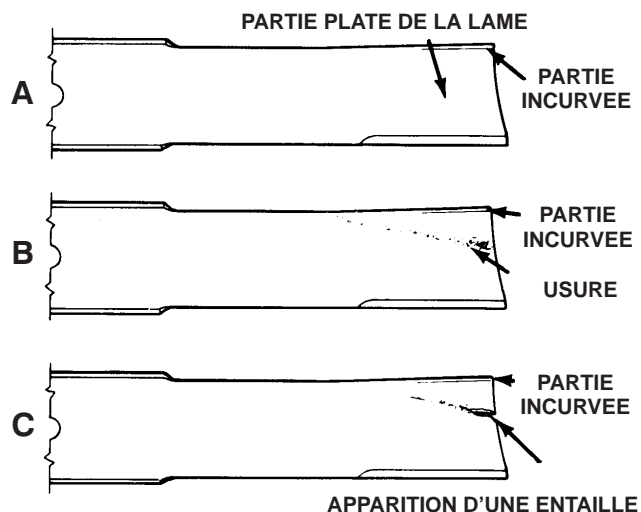

Figure 88
2. Examinez attentivement les tranchants de la lame, particulièrement au point de rencontre des parties plane et incurvée (Fig. 88-A). Le sable et les matières abrasives peuvent éroder le métal à cet endroit, c'est pourquoi il est important de contrôler l'état de la lame avant d'utiliser la tondeuse. Remplacez la lame si elle est usée (Fig. 88-B).
Si la lame est trop usée, une entaille se forme entre la partie incurvée et la partie plane (Fig. 88-C). La lame risque alors de se briser et un morceau peut alors être projeté du dessous de la machine, vous blessant gravement ou une personne à proximité.